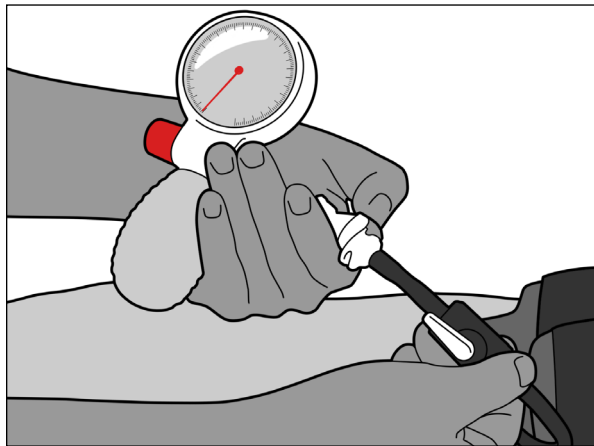

Fig. 21
2. Lossa snabbkopplingen genom att trycka på den grå knappen på snabbkopplingen (Fig. 21).